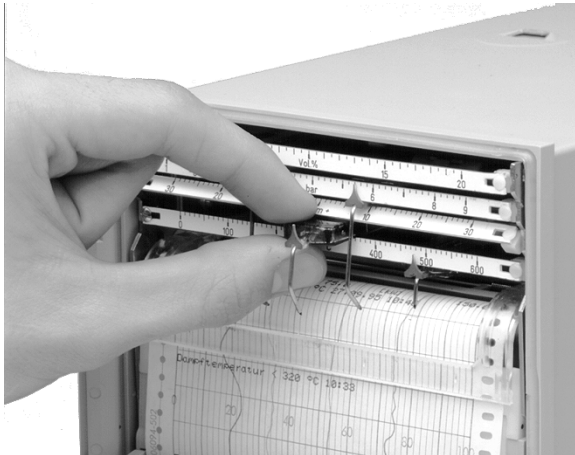

Bild 8 Faserschreibeinsatz / Druckeinsatz einsetzen
2. Faserschreibeinsatz gemäß Bild 8 einsetzen.